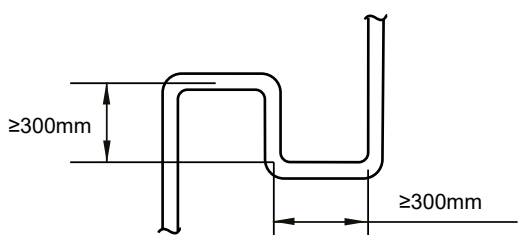

Рисунок 4.3
- Требование 3:** Наибольшая разница в уровне между внутренним и наружным блоками не должна превышать 90 м (если наружный блок находится выше) или 110 м (если наружный блок находится ниже). Дополнительно: (i) Если наружный блок расположен выше, а перепад уровней превышает 20 м, рекомендуется устанавливать отвод масла с размерами, указанными на рис. 4.3, через каждые 10 м в газовой трубе магистрального трубопровода; и (ii) если наружный блок расположен ниже, а перепад уровней превышает перепад уровней составляет более 40 м, жидкостная труба главной трубы (L1) должна быть увеличена на один размер.